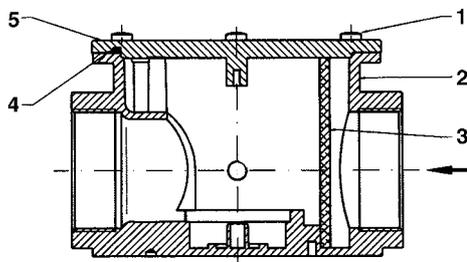
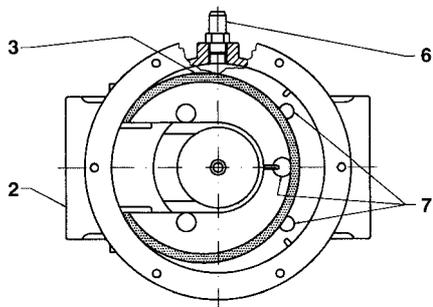

Fig. 25b
Fig. 25c - Vue du haut sans couvercle
Raccordements filetés - Fig. 25b e Fig. 25c
Une fois vérifié qu'à l'intérieur du filtre il n'y a pas de gaz en pression, enlever le couvercle (5) dévissant les vis de fixation. Démontez la cartouche filtrante (3), la nettoyer avec du savon et de l'eau, la dépoussiérer avec un souffleur à air comprimé (ou la remplacer si nécessaire) et la replacer dans sa position initiale en vérifiant qu'elle soit positionnée dans ses rails respectifs (7) s'assurant qu'elle ne gêne pas le montage du couvercle (5). Enfin reposer le couvercle (5) faisant attention que l'O-ring (bague) (4 en Fig. 25b) soit placé dans sa propre rainure.
Légende (Fig. 25b - Fig. 25c)